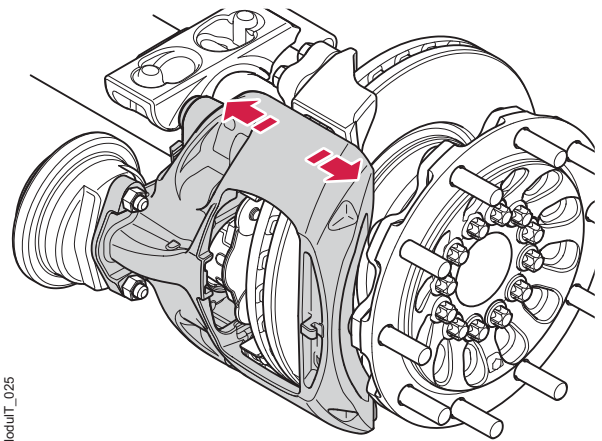

Figura 30. Movimiento libre de la pinza
2. Una vez desmontadas las pastillas de freno, mueva la pinza con la mano atrás y adelante para comprobar su movimiento; véase la figura 30. La pinza debe estar libre para deslizarse sobre las guías de deslizamiento principal y secundaria.